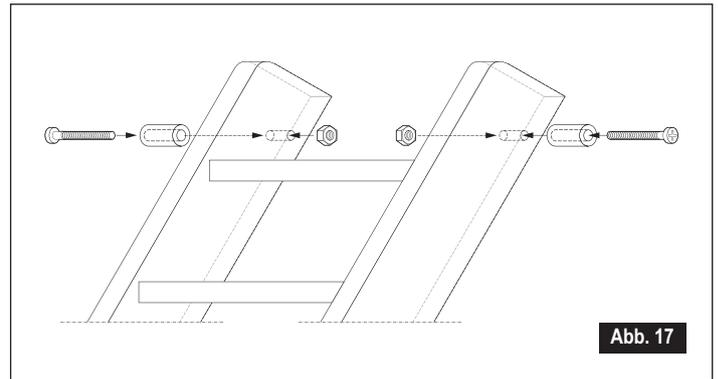

Abb. 17
- Lass die Treppe wieder senken und montieren Sie die mitgelieferte Bolz mit Knopf oben an der Treppe (Abb. 17).